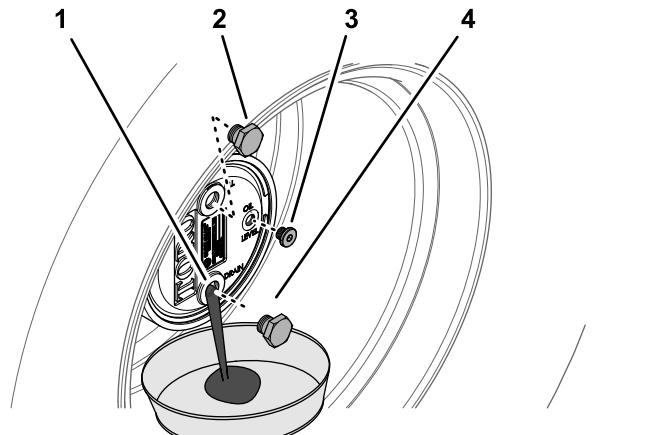

Figura 92
2. Rimuovete il tappo di riempimento nella posizione a ore 12 e il tappo di controllo nella posizione a ore 3 (Figura 92).
3. Mettete una bacinella sotto il mozzo del planetario, togliete il tappo di spurgo nella posizione a ore 6 e lasciate defluire l'olio (Figura 92).
5. Inserite il tappo di spurgo nel foro di spurgo dell'alloggiamento degli ingranaggi planetari (Figura 92).